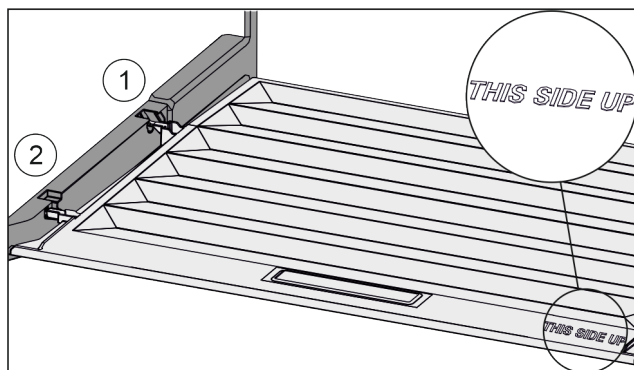

Fig. 55
- ▶ Inserire le nervature del coperchio attraverso l'apertura del supporto posteriore Fig. 55 (1) e innestare anteriormente nel supporto Fig. 55 (2).